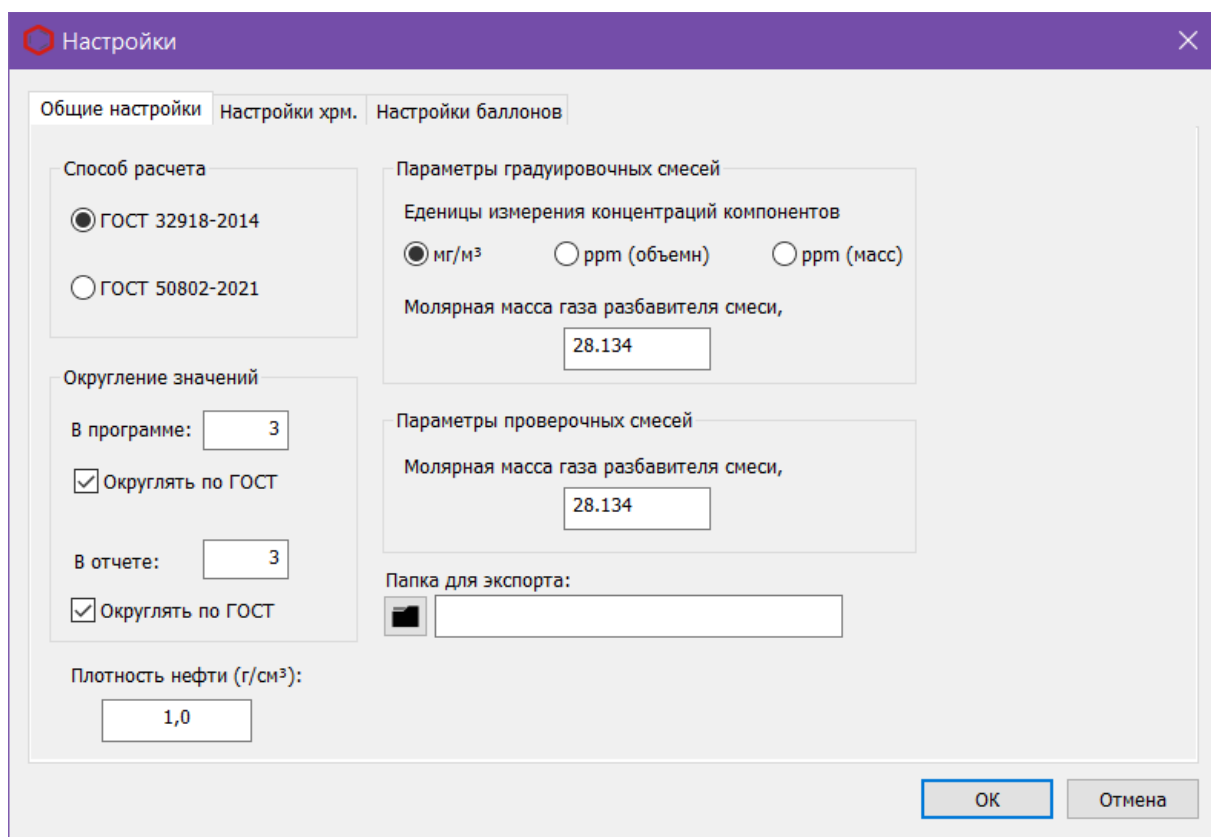

Рис. 10: Настройки: Общие настройки
1. В основном окне программы нажмите **Настройки расчёта**. Откроется окно *Настройки*, вкладка *Общие настройки* (Рис. 10).